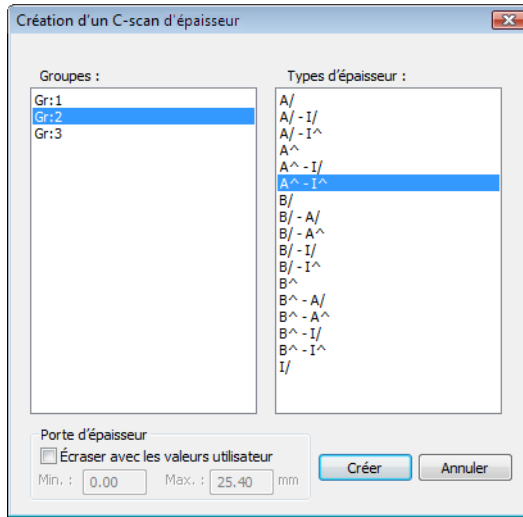

Figure 7-1 Exemple de boîte de dialogue Création d'un C-scan d'épaisseur
2. Dans la boîte de dialogue **Création d'un C-scan d'épaisseur** effectuez les tâches suivantes (voir la Figure 7-1 à la page 350):